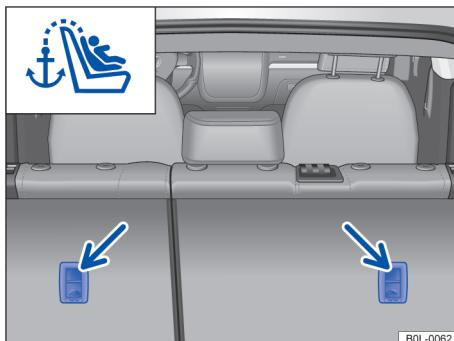

图 41 后排座椅靠背上用于连接顶部固定带的扣环
- 将顶部固定带的挂钩连接到行李箱内后排座椅靠背上的固定环上 → 图 41。